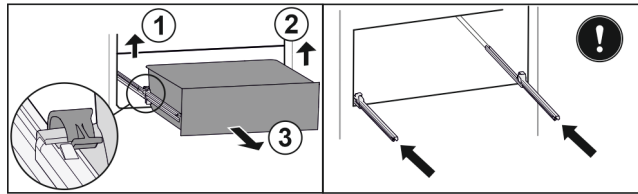

Fig. 40
- ▶ Linke Klemme anheben und gleichzeitig Schubfach links nach vorne ziehen. Fig. 40 (1)
- ▶ Rechte Klemme anheben und gleichzeitig Schubfach rechts nach vorne ziehen. Fig. 40 (2)
- ▶ Schubfach nach vorne entnehmen. Fig. 40 (3)